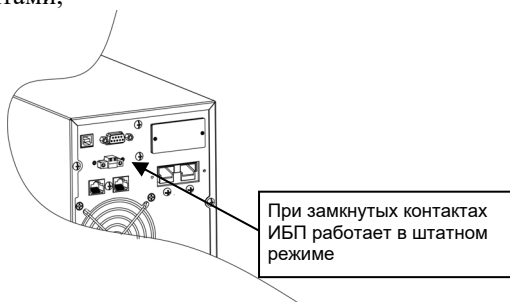

Рисунок 6 – Внешний вид порта дистанционного аварийного отключения (ЕРО), расположенного на задней панели ИБП
- ИБП оснащен портом дистанционного аварийного отключения ЕРО (Emergency Power Off) для мгновенного отключения выходного напряжения ИБП при возникновении аварийной ситуации (пожар, стихийное бедствие и т.п.). Порт ЕРО (рисунок 6) является портом безопасного сверхнизкого напряжения (SELV – Safety Extra Low Voltage). Цепи, подключенные к порту ЕРО должны быть изолированы от всех первичных цепей. Подключите к контактам соединителя ЕРО управляющий выключатель с нормально замкнутыми контактами;